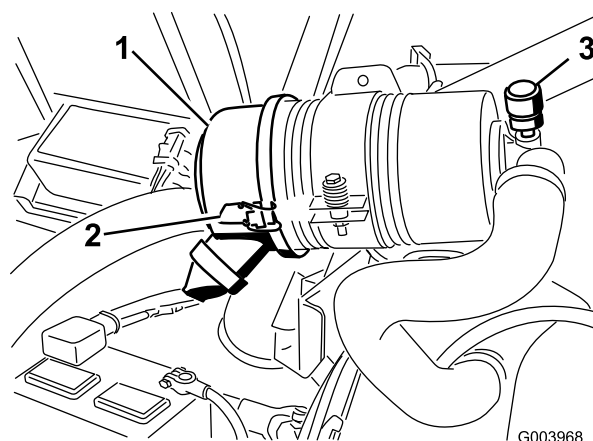

Figura 50
Faça a manutenção ao filtro de ar apenas quando o indicador de manutenção (Figura 50) o exigir. Mudar o filtro de ar antes de ser necessário apenas aumenta a possibilidade de entrar sujeira no motor quando se retira o filtro.
1. Liberte os trincos que fixam a cobertura do filtro de ar ao respectivo corpo (Figura 50).